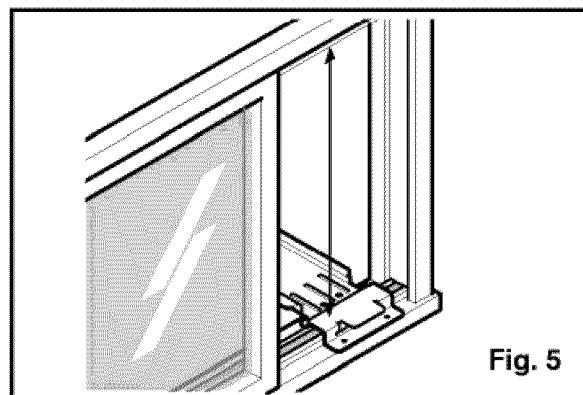

Fig. 5
7. Medir la altura de la abertura de la ventana desde la parte superior del soporte, según se muestra en la Fig. 5. Restar 20-3/4 pulgadas. Marcar esta medida en la cortina y cortar la cortina.(Fig. 5)